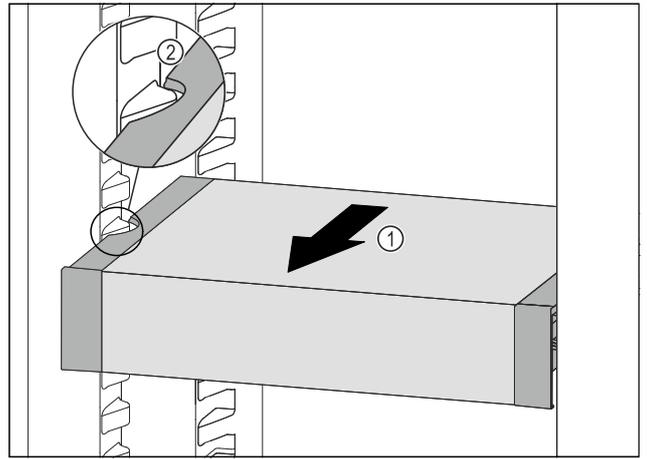

Fig. 56
- ▶ Tire del VarioSafe hacia delante Fig. 56 (1) hasta que los huecos laterales del VarioSafe se encuentren a la altura de la nervadura del recipiente en el compartimento del frigorífico. Fig. 56 (2)